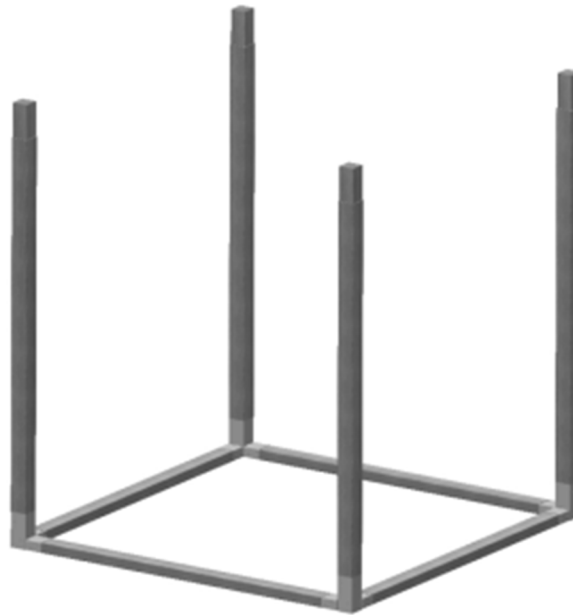

Abbildung 4: Bodenrahmen mit Pfosten
Stecken Sie die Pfosten (3) in die Aufnahmen der Eckverbinder (1) (Abbildung 4).